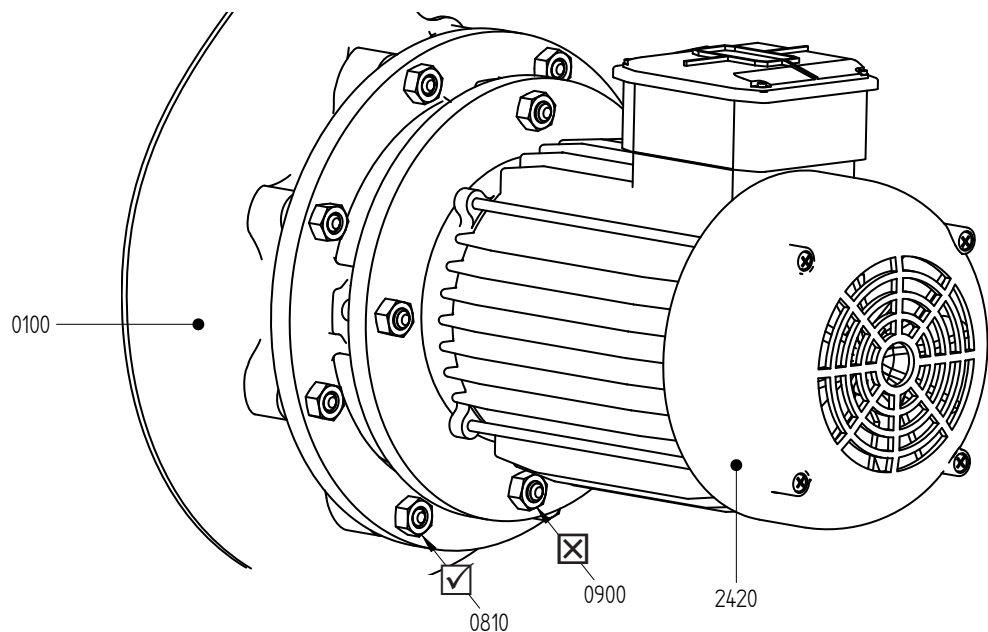
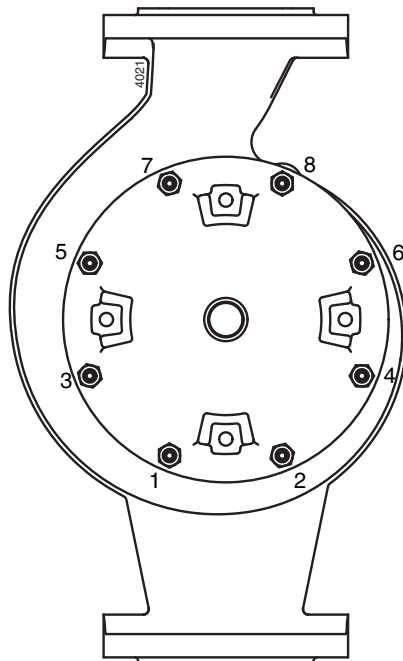

Bild 5: Placering av motorns fästmuttrar.
Bild 6: Lossa lanternstyckets bultar i denna ordning.
- 1 Lossa pumpkåpans fästmuttrar (0810), se bild 5. Om pumpen ännu är kvar i rörsystemet, börja då på undersidan och fortsätt uppåt längs två sidor, se bild 6.